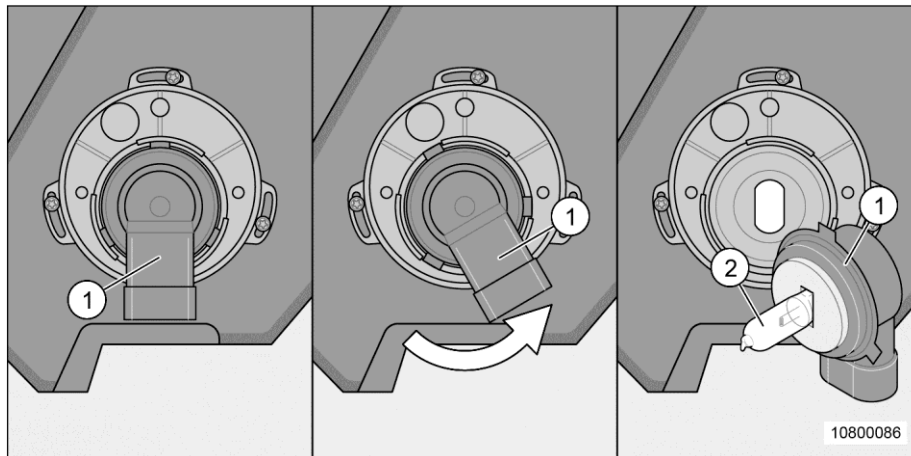

Fig. 197 Remplacer l'ampoule du feu de croisement et du feu de route
Si, en remplaçant l'ampoule au niveau de l'éclairage avant (Fig. 197), on travaille avec un outil non approprié ou si le câble est trop sollicité, il y a risque de détérioration.
1. Tourner le culot (Fig. 197/1) dans le sens anti-horaire jusqu'en butée.
2. Retirer prudemment le culot (Fig. 197/1) en veillant à le tenir bien droit.
3. Retirer l'ampoule (Fig. 197/2) du culot et la remplacer.